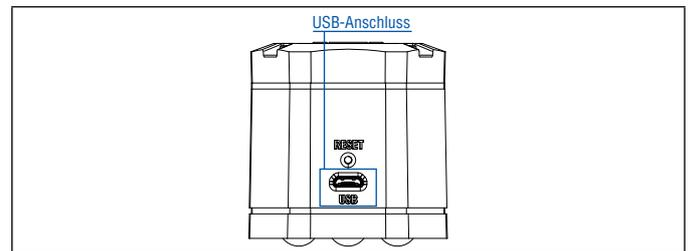

Abb. 93: USB-Buchse am TempoLink® Sensorassistenten
1. Stecken Sie den Micro-USB-Stecker des USB-Kabels in den Anschluss „USB“ an den TempoLink® Sensorassistenten (Abb. 93).